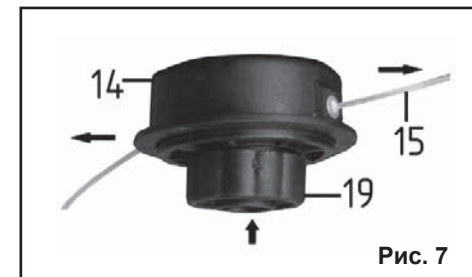

Рис. 7
8.2.7. Во время работы триммерная леска (15) изнашивается (расходуется). Во вре-
мя работы слегка ударьте головкой триммерной катушки (19) по земле (Рис.7). Длина лески увеличится. При необходимости операцию повторите. Излишняя леска будет срезана ножом установленным слева на защитном кожухе (13).